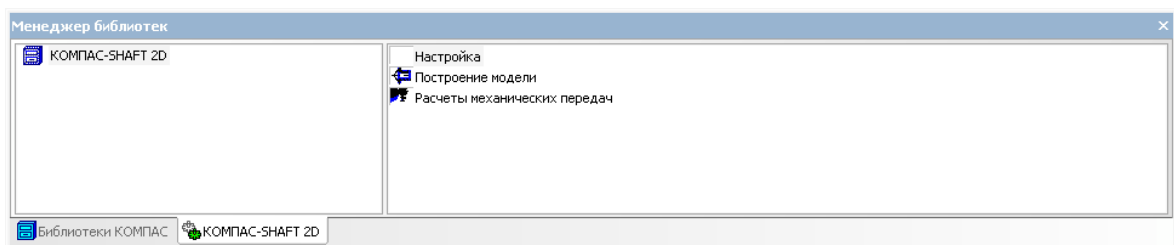

Рисунок 1.2 - Вікно системи керування бібліотеками **Менеджер библиотек** з доданою і розкритою системою **КОМПАС- Shaft2D**
4. двічі клацніть по системі **КОМПАС-Shaft 2D**. Через деякий час система підключиться і відобразиться її склад (рисунок 1.2);